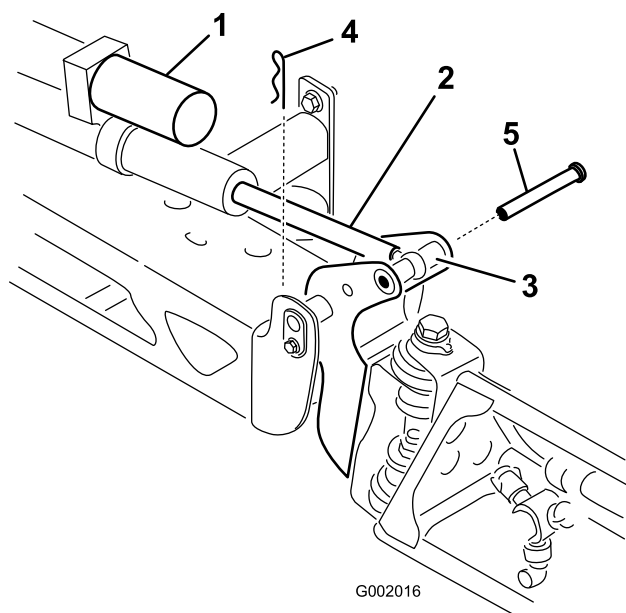

Figura 36
2. Retire o contrapino do pino de articulação (Figura 36).
3. Levante a rampa e retire o pino (Figura 36). Faça descer lentamente a rampa até ao limite.
6. Levante a rampa para alinhar a articulação com a barra do accionador. Enquanto segura na rampa, insira o pino através tanto da articulação da rampa como da barra do accionador (Figura 36).